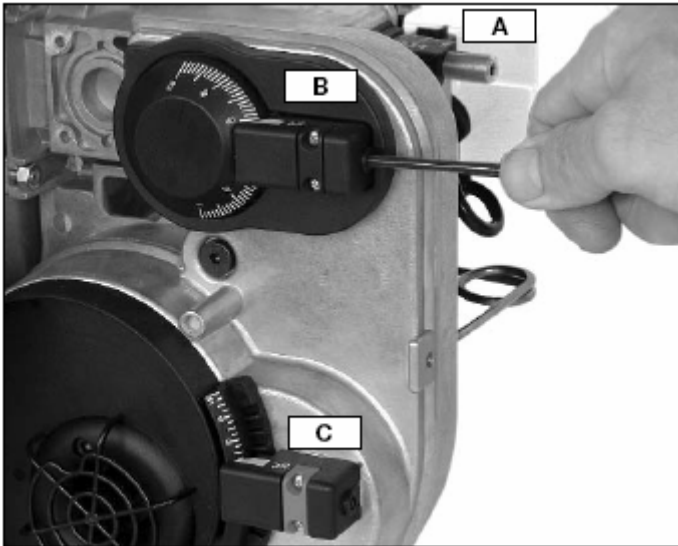

Рисунок 16
- Посредством поворота регулировочного ключа вправо воздушный поток увеличивается, содержание  $\text{CO}_2$  в выхлопном газе также увеличивается, а давление воздуха нагнетаемого вентилятором уменьшается (см. рис. 16).